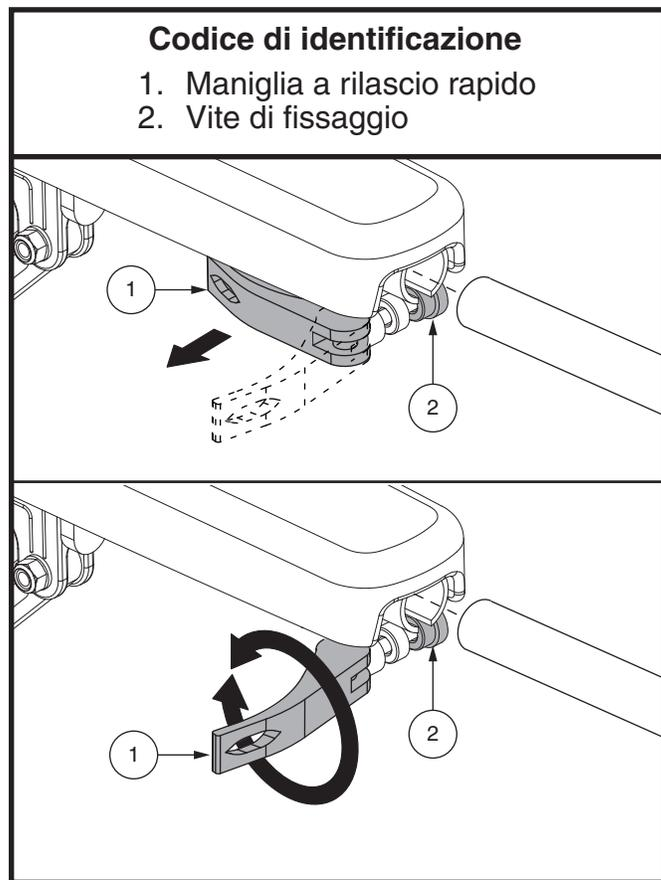
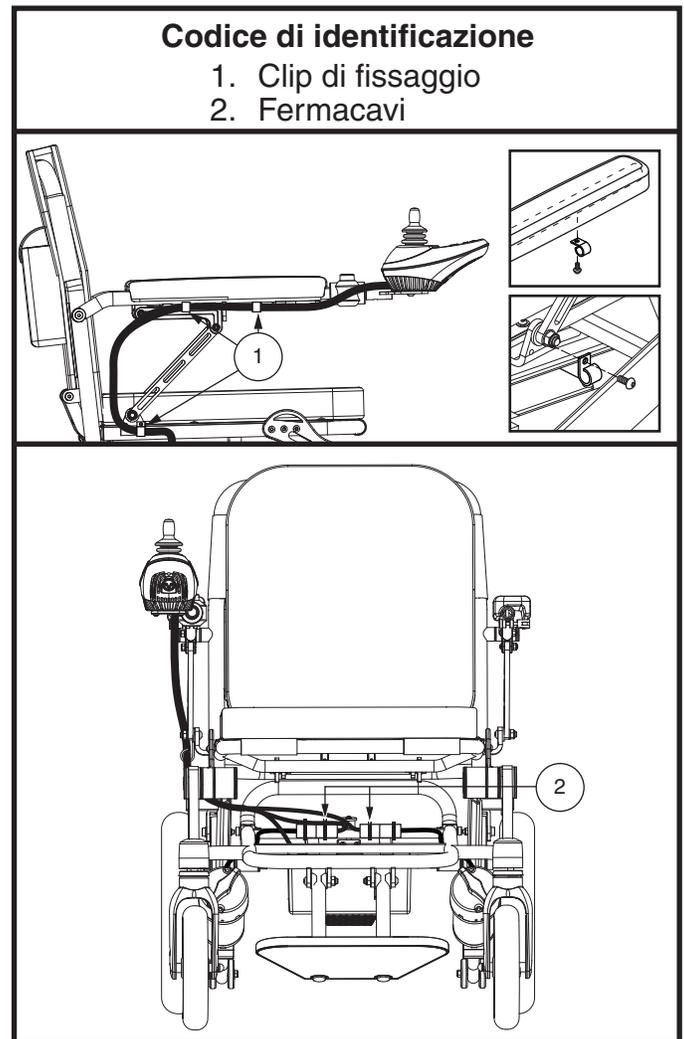

Figura 6. Installazione/Rimozione del bracciolo.
Figura 10. Posizione della centralina
4. Inserire il joystick nel bracciolo e stringere la vite di fissaggio, poi bloccare la maniglia a rilascio rapido. **Vedere figura 6.** Agganciare il cavo del joystick alle clip di fissaggio. **Vedere figura 10.**
3. Sganciare la maniglia a rilascio rapido e allentare la vite di fissaggio e rimuovere il joystick dal bracciolo. **Vedere figura 6.**
3. Sganciare il cavo del joystick dalle clip di fissaggio. Disinstallare le clip di fissaggio e reinstallarle sull'altro lato. **Vedere figura 10.**
11. Utilizzare un fermacavo per fissare il cavo del joystick al telaio, e agganciare il cavo del joystick alle clip di fissaggio. **Vedere figura 10.** Assicurarsi che il bracciolo possa essere sollevato e abbassato liberamente senza provocare tensione sul cavo che potrebbe disconnettersi.